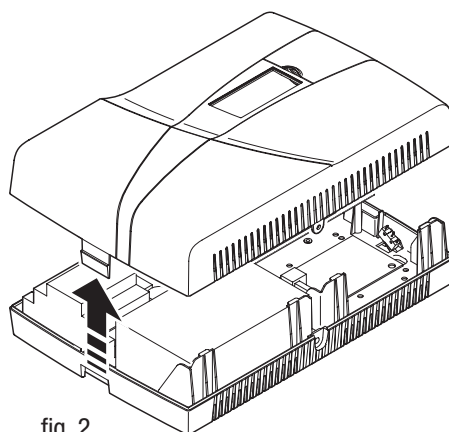

fig. 2
- Приподнимите крышку контрольной панели (рис. 2).